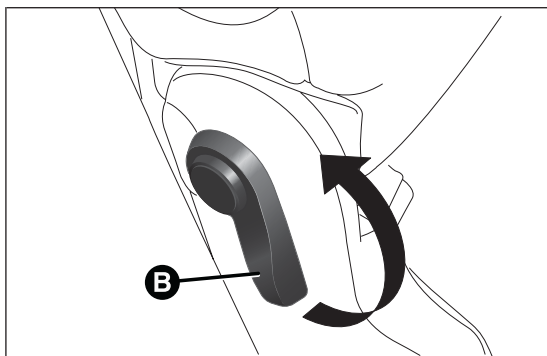
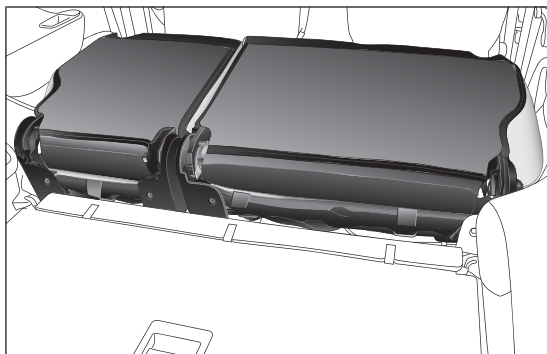

fig. 85
fig. 86
- ☐ sollevare la leva B fig. 85 per ribaltare lo schienale (vedere fig. 86).
Per riportare lo schienale nella posizione di normale utilizzo, sollevare la leva B fig. 85 e successivamente sollevare lo schienale verso l'alto.
Per riportare lo schienale nella posizione di normale utilizzo, sollevare la leva B fig. 85 e successivamente sollevare lo schienale verso l'alto fino a raggiungere la posizione di aggancio verticale.